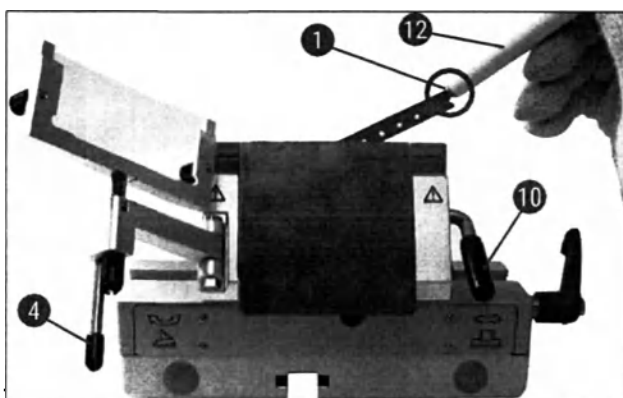

Рис. 36
4. Другая возможность извлечения лезвия – использование кисточки с магнитом (→ Рис. 36-12). Для этого поверните зажимной рычаг (→ Рис. 36-10) вниз против часовой стрелки (→ "Рис. 36"). Отведите систему уголка (→ Рис. 36-4) влево. Подведите кисточку с магнитом (→ Рис. 36-1) к лезвию и извлеките лезвие движением вверх.